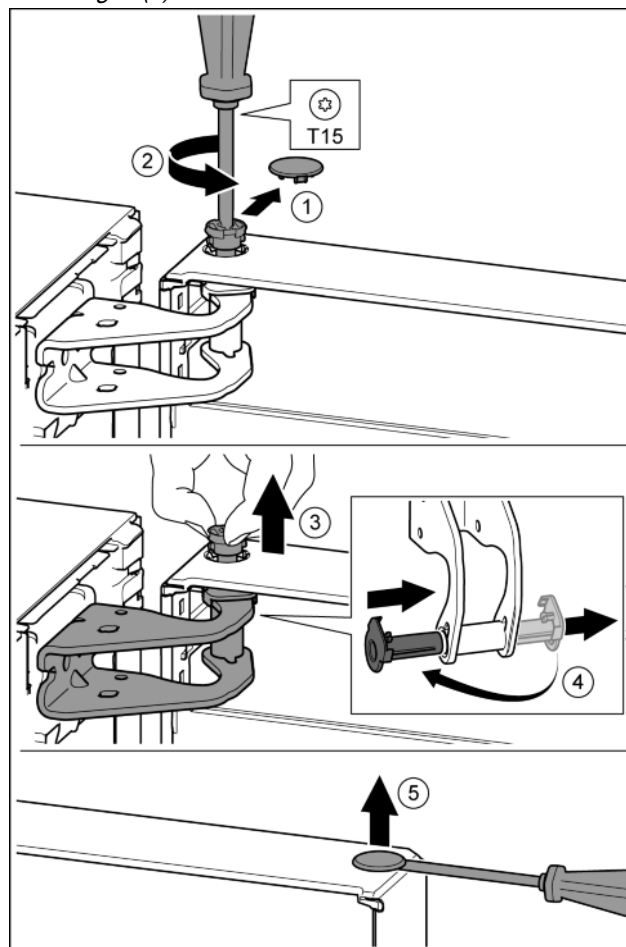

Fig. 8
- ▶ Ostrożnie zdjąć osłonę zabezpieczającą. *Fig. 8 (1)*
- ▶ Sworzeń wykręcić nieco przy pomocy śrubokręta T15. *Fig. 8 (2)*
- ▶ Przytrzymać drzwi i wyjąć sworzeń palcami. *Fig. 8 (3)*
- ▶ Tuleję łożyskową wyjąć z prowadnicy. Założyć z drugiej strony i zazębic. *Fig. 8 (4)*
- ▶ Zatyczkę ostrożnie podważyć przy pomocy śrubokręta i wyjąć z tulei łożyskowej drzwi. *Fig. 8 (5)*